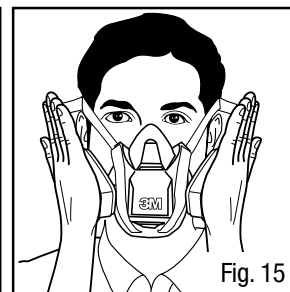

Fig. 15
1. Placer les paumes des mains sur la face de la cartouche ou sur la zone ouverte du dispositif de retenue de filtre 501 3M^{MC} et inhaler doucement (Fig. 15). Si le masque s'affaisse légèrement, qu'il se resserre sur le visage et qu'on ne détecte aucune fuite d'air entre le visage et celui-ci, l'ajustement est bon.